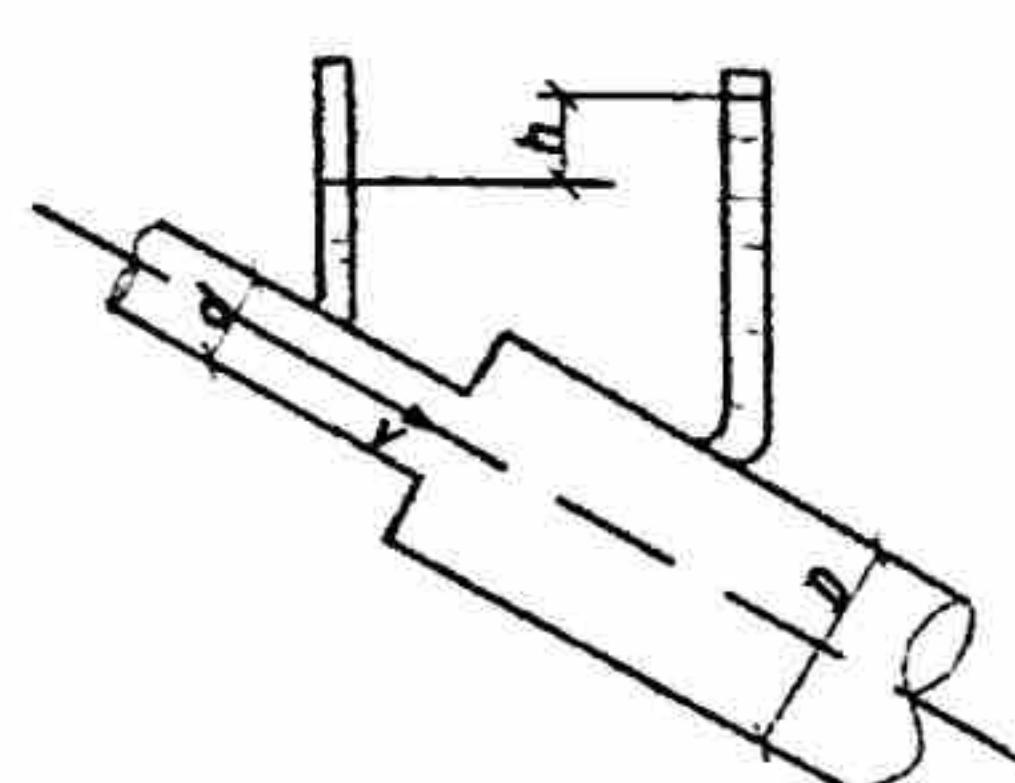

Рис.12
13. В трубопроводе с внезапным расширением скорость жидкости в трубе меньшего диаметра равна v_1 (рис. 12). Определить разность показаний пьезометров h , если отношение диаметров труб $D/d = 2$. Потерями напора пренебречь.